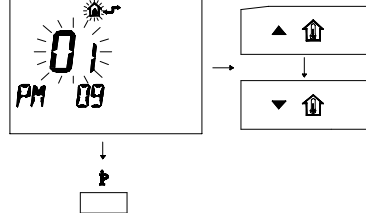

fig. 9.18
- 4 Per modificare il *SET* programmato agire sui pulsanti o e aspettare che il numero programmato cominci a lampeggiare (fig. 9.18)